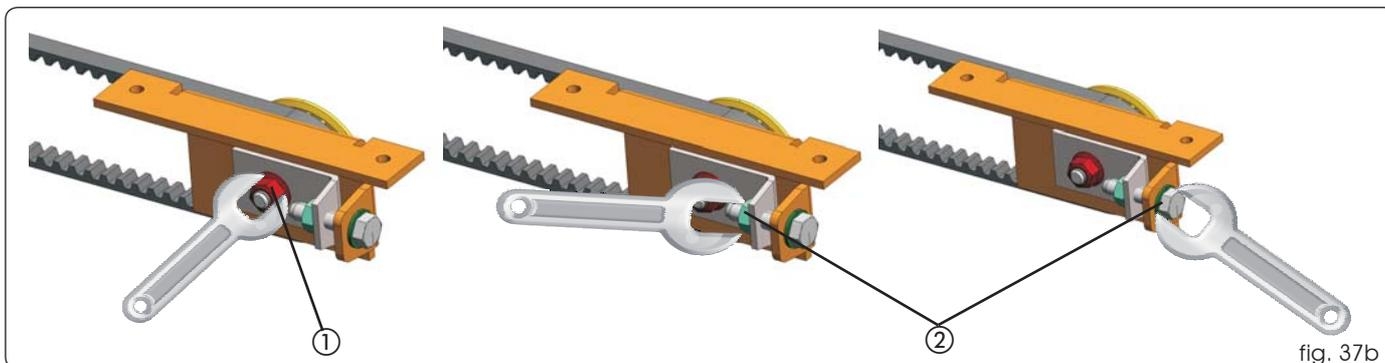

fig. 37b
- Desserrer l'écrou (fig. 37b réf. ①).
- Agir sur la vis et le boulon (fig. 37b réf. ②) pour tendre ou détendre la courroie.
- Après avoir réglé le tension, serrer l'écrou (fig. 37b réf. ①).